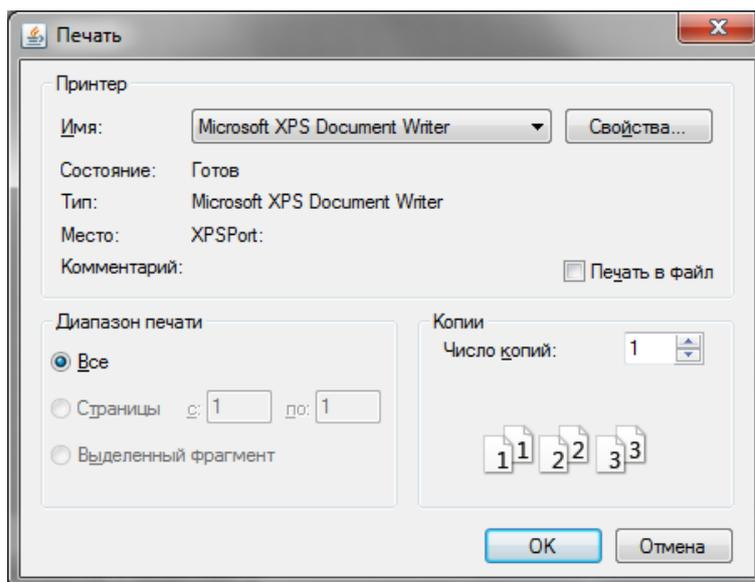

Рисунок 10 – Окно «Печать»
- убедиться, что появилось окно «Печать» (Рисунок 10 –);